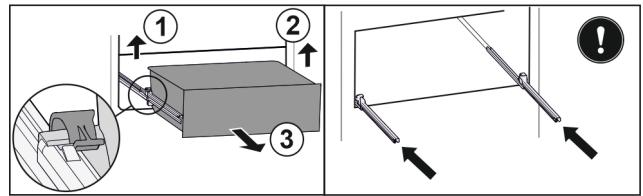

Fig. 37*
► Linke Klemme anheben und gleichzeitig das Schubfach links nach vorne ziehen Fig. 37 (1).
► Rechte Klemme anheben und gleichzeitig das Schubfach rechts nach vorne ziehen Fig. 37 (2).
► Schubfach nach vorne entnehmen Fig. 37 (3).